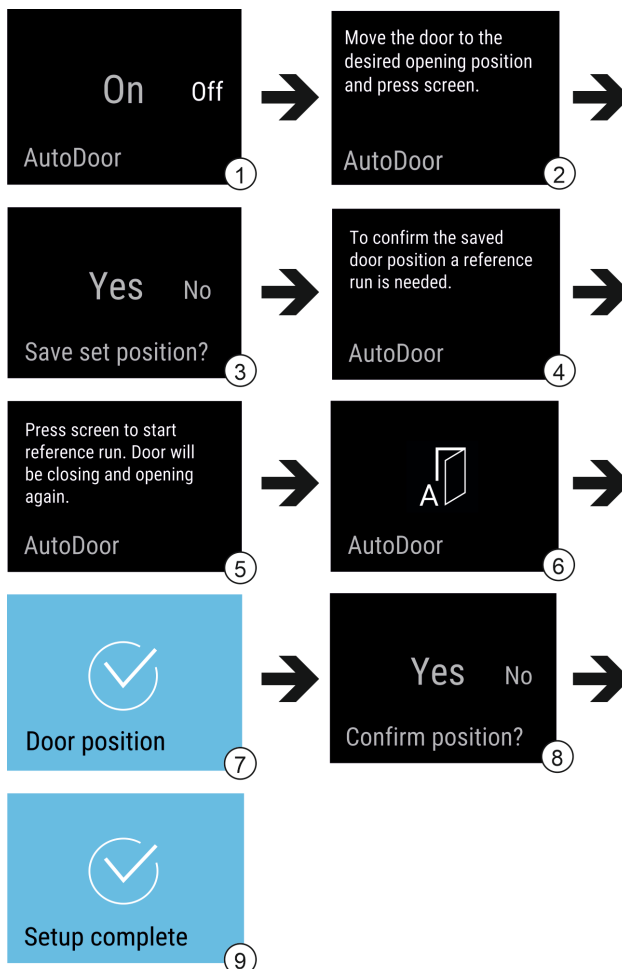

Fig. 10 Przykładowa prezentacja reklam w języku angielskim
- ▶ Aktywacja AutoDoor: Przeciągnąć wyświetlacz na On. Fig. 10 (1)
- ▶ Nacisnąć i przytrzymać wyświetlacz przez 3 sekundy. Fig. 10 (1)
- ▶ Konfiguracja kąta otwarcia drzwi: Otworzyć drzwi co najmniej 70°. Fig. 10 (2)
- ▶ Potwierdzanie kąta otwarcia drzwi: Dotknąć komunikatu na wyświetlaczu. Fig. 10 (3)
- ▶ Uruchamianie przebiegu referencyjnego: Dotknąć ekranu. Fig. 10 (5)
- ▷ Wyświetlacz miga. Fig. 10 (6)
- ▷ Przebieg referencyjny powiódł się: Wyświetlacz zmienia kolor na niebieski przez 2 sekundy. Fig. 10 (7)
- ▶ Potwierdzić kąta otwarcia drzwi. Fig. 10 (8)
- ▷ Wyświetlacz zmienia kolor na niebieski. Fig. 10 (9)